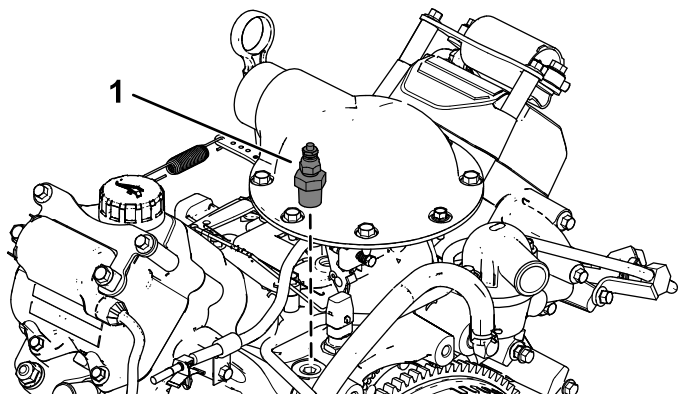

Figura 7
1. Retire o interruptor de temperatura da caixa do termóstato (Figura 7)